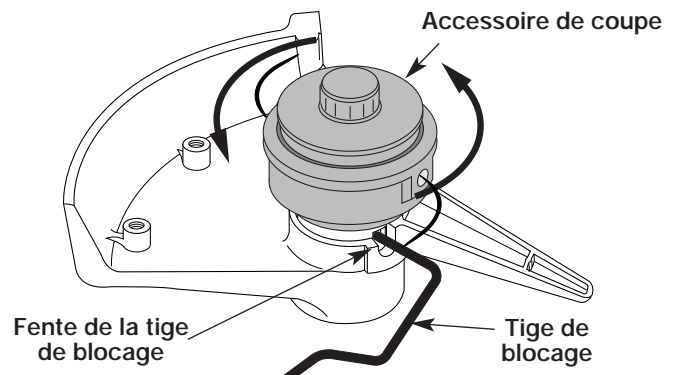

Fig. 10
- Tout en tenant la tige de blocage, retirez l'accessoire de coupe de l'arbre de sortie en le tournant à gauche (Fig. 10). Rangez l'accessoire de coupe pour un usage ultérieur.